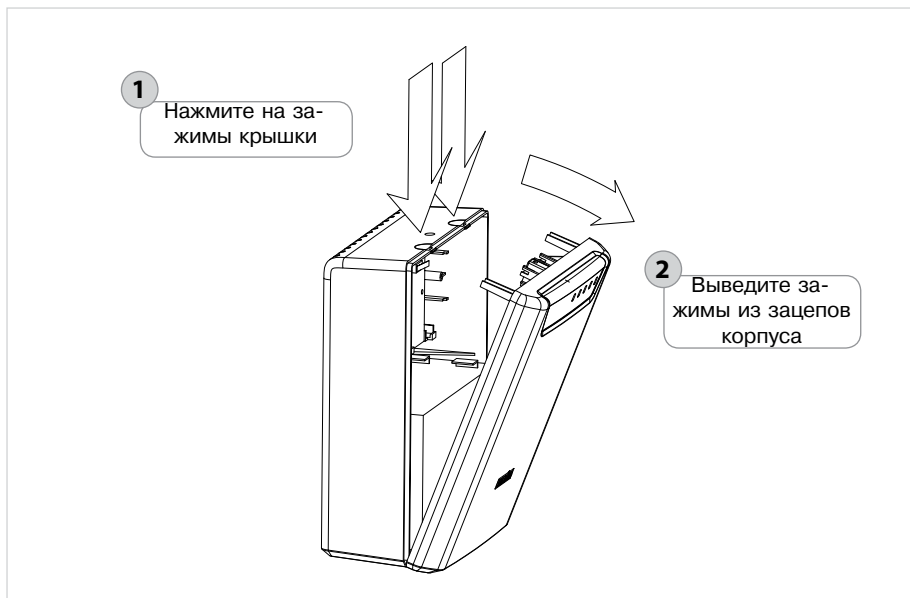

Рисунок 29. Снятие крышки
3. Снимите крышку в порядке, указанном на рис. 29.